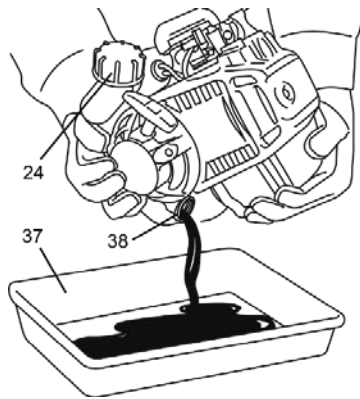

Рисунок 14
- нахиліть виріб таким чином, щоб злити моторну оливу з картера двигуна через заливну горловину (38, рисунок 14);